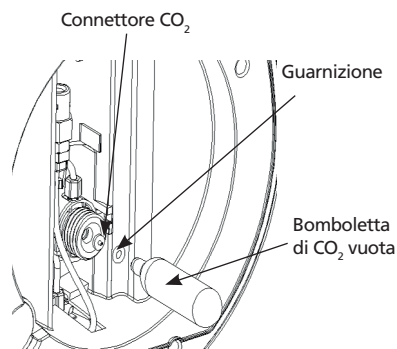

Figura 32
2. Inserire un nuovo perno foratore della bomboletta di gas nella valvola di riduzione della pressione (il perno della bomboletta di gas deve avere l'estremità appuntita rivolta verso l'esterno; se si sostituisce solo la guarnizione del connettore, questa verrà installata direttamente nella guarnizione del connettore), quindi installare la guarnizione del connettore e, contemporaneamente, utilizzare la bomboletta di gas vuota per premere saldamente la guarnizione del connettore (Figura 32); durante il processo di sostituzione, non smontare le altre parti della valvola di riduzione della pressione.